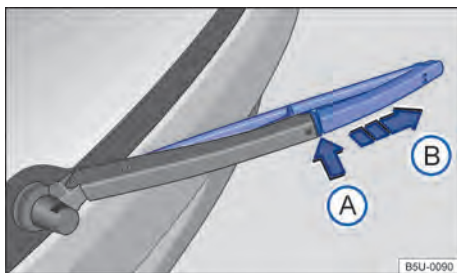

Fig. 149 Substituir a palheta do limpador do vidro traseiro.
- Manter a tecla de destravamento → Fig. 149  pressionada.